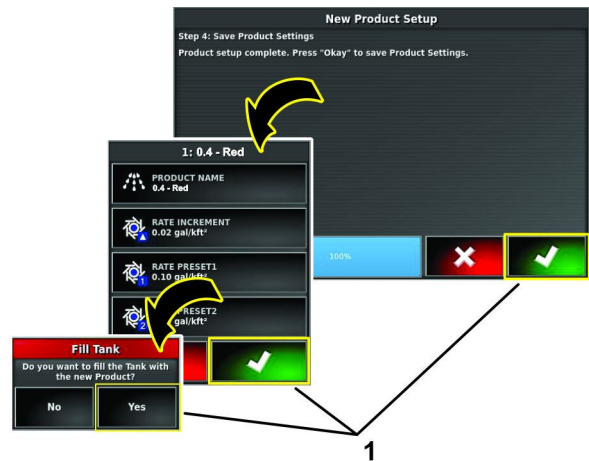

Bild 122
16. Tippen Sie in Schritt 4 des Dialogfensters Neue Produkteinrichtung auf das Bestätigen-Symbol (Bild 122).
17. Wenn Sie den Tank füllen, tippen Sie im Dialogfenster Tank füllen das Symbol JA (Bild 122).